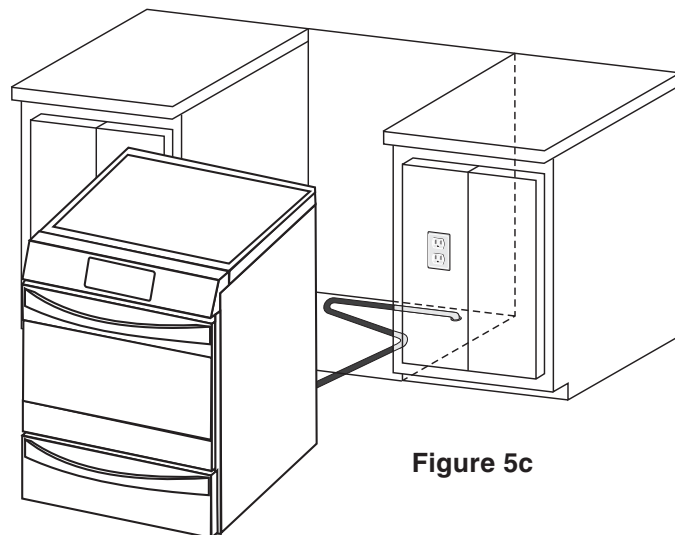

Figure 5c
- Distribuir el conector flexible de gas como lo muestra fig. 5c a 5e. Esto ayudará a prevenir picaduras o bloqueo de la unidad cuando la unidad sea localizada a su posición final. Ajustar el sujetador proporcionado tal cual la posición mostrada.